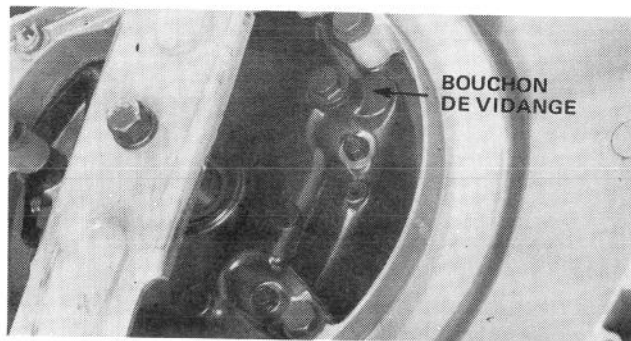

Figure 39
3. Basculez la tondeuse sur son côté gauche, enlevez le bouchon de vidange (Fig. 39) du fond du carter du moteur, inclinez la tondeuse au-dessus du bac et laissez l'huile s'écouler dans le bac.
3. Inclinez la tondeuse sur son côté gauche, enlevez le bouchon de vidange du dessous du carter, abaissez la tondeuse au-dessus du bac de vidange et laissez l'huile s'écouler dans le bac (Fig. 39). Lorsque l'huile sera complètement vidangée, installez le bouchon mais ne mettez pas d'huile dans le carter avant d'avoir complété les étapes 4 à 9.